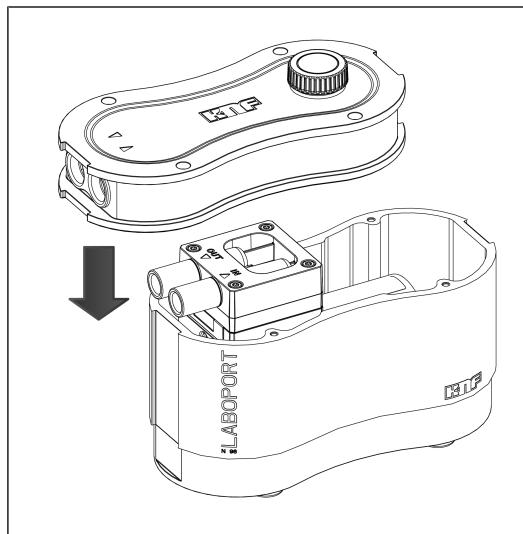

Abb.11: Gehäusedeckel aufsetzen
1. Setzen Sie den Gehäusedeckel (Abb. 6/2) vorsichtig auf das Pumpengehäuse (3) (siehe Abb. 11).